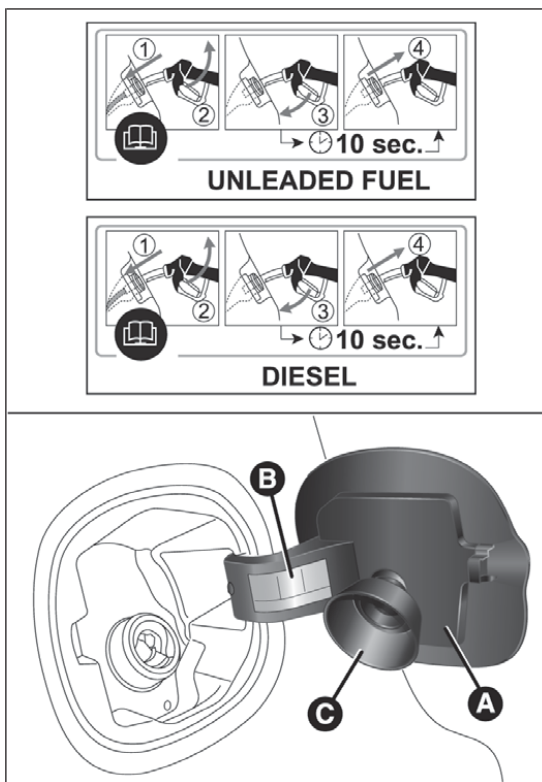

Abb. 126
Der im Folgenden beschriebene Füllvorgang wird auf dem Schild B Abb. 126 auf der Innenseite des Kraftstofftankdeckels näher erläutert. Auf dem Kennschild steht des Weiteren die Kraftstoffart (UNLEADED FUEL=Benzin, DIESEL=Diesel).
- Die Klappe A Abb. 126 nach außen öffnen;
Die Klappe A Abb. 126 ist mit einer Staubschutzkappe C versehen, die bei geschlossener Klappe eine Ablagerung von Schmutz und Staub um den Stutzen vermeidet.